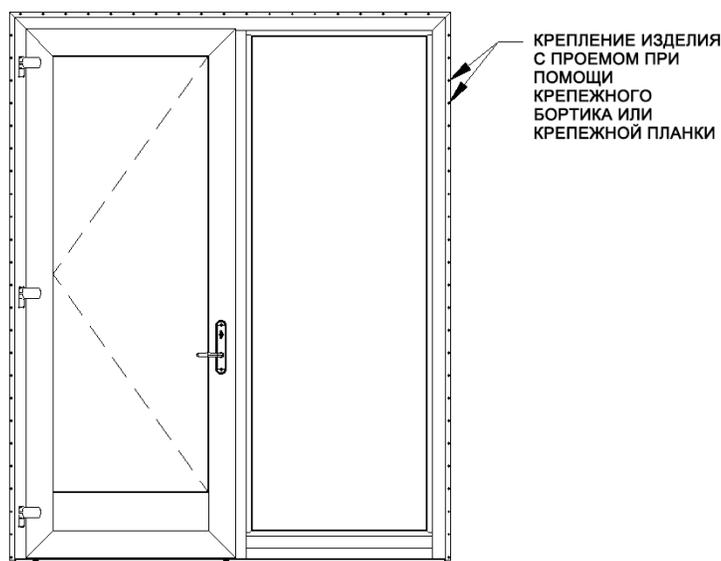

Рисунок 18. Крепление двери с просветом
- а. Крепления, описываемые в п. 5.6, А, размещаются в заранее подготовленные удлиненные отверстия, но не ближе 4" (101,6 мм) к каждому углу. См. рисунок 18.